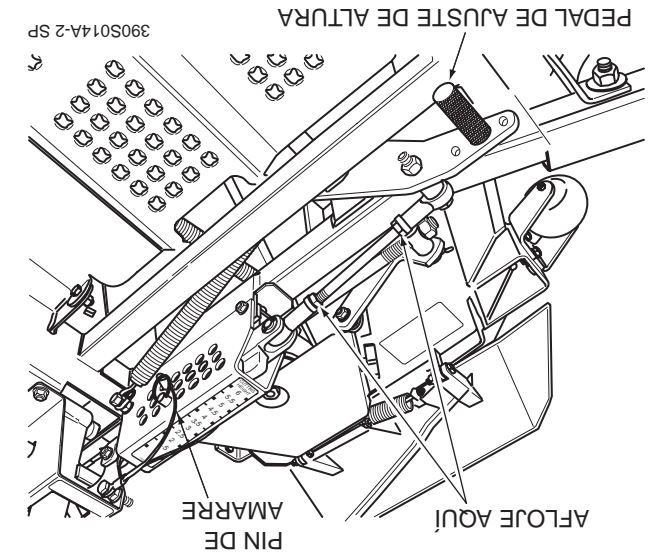
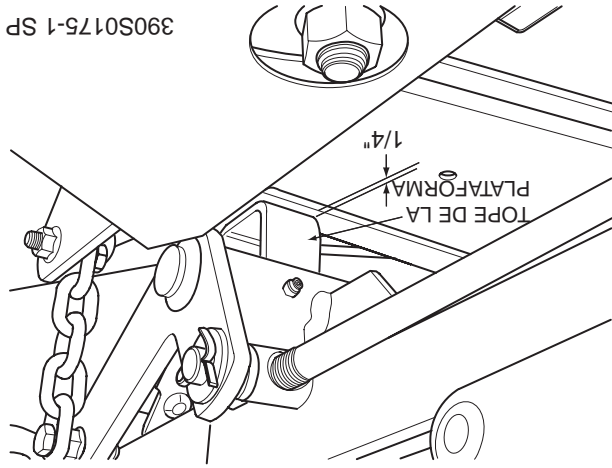

Figura 6-7 Ajuste de altura de la plataforma de corte
Figura 6-8 Tope de la plataforma de corte
1. Coloque la plataforma de corte en posición de transporte. Afloje las contratuercas en ambos extremos de la varilla de control de la altura de la plataforma. (Vea la Figura 6.7)
2. Gire la varilla de control (Vea la Figura 6.7) hasta que haya un espacio de 1/4" entre el tope posterior de la plataforma y la parte superior de la plataforma de corte. (Vea la Figura 6.8). Apriete las contratuercas en la varilla de control.
4. Verifique la medida desde el suelo hasta la punta de la cuchilla de corte. Si la medida no se encuentra en 3", puede realizarse un ajuste utilizando la varilla de control de altura de la plataforma. (Vea la Figura 6.7)